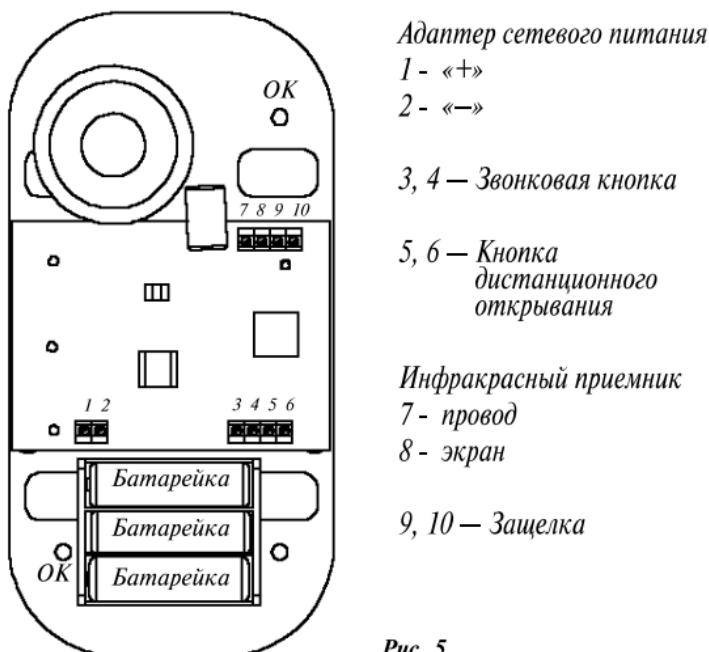

Рис. 5
- отметьте места сверления через отверстия крепления (ОК) в дне блока (рис.5);
завинтив их винтами (см. рис.5).
- отметьте места сверления через отверстия крепления (OK) в дне блока (рис.5);
18. Подключите провода, вставив их в соответствующие клеммные колодки электронного блока замка и завинтив их винтами (см. рис.5).